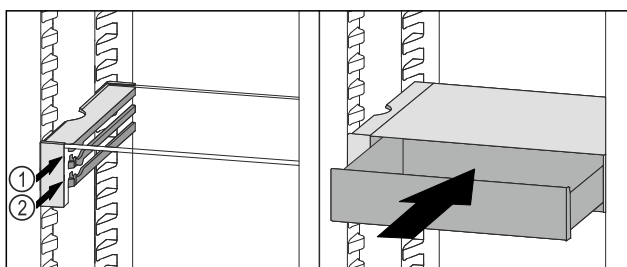

Fig. 63
- ▶ Predal VarioSafe namestite za zaustavljalnimi elementi na željeni nastavek Fig. 63 (1) ali Fig. 63 (2).